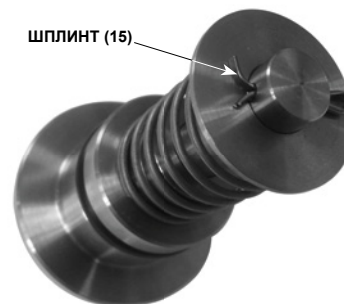

Рис. 6. Правильное разгибание шплинта (15)
Отрегулировать управляющее давление регулятора в соответствии с требованиями использования. Для пружинных регуляторов, уставку по давлению можно отрегулировать в пределах диапазона пружины, указанного в таблице 3. Для регулировки уставки по давлению необходимо выполнить указанные ниже действия (номера позиций показаны на рис. 6 и 7):
7. Установить узел тарелки (13) и закрепить его шплинтом (15). Разогнуть концы шплинта с помощью плоскогубцев или аналогичного инструмента (см. рис. 6).